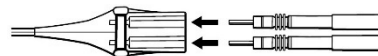

図 4
- (2) PTFE スプリットチューブを用いた場合は、リード及びイントロデューサシースを保持しながら、PTFE スプリットチューブをイントロデューサシースからゆっくり引き抜くことで、PTFE スプリットチューブを抜去する。この際、チューブと一緒にリードを抜去しないよう注意する。
- (3) イントロデューサシースを抜去するため、スリットをリードにあて、スリットの刃に沿って、イントロデューサシースを引き裂く。
- (4) DF-1 コネクタ用 Y アダプタを用いる場合は、リードを植込み型機器から取り外して以下の手順に従うこと。
- a. リードのコネクタピンが完全に固定されるまで、DF-1 リードのコネクタピンを DF-1 コネクタ用 Y アダプタのポートに挿入する(図 4)。